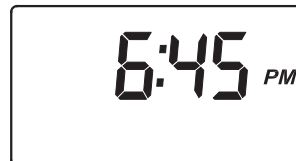

FIG. 22
2. Desaparecerá de la pantalla la palabra "VAC" y en su lugar aparecerá la hora normal del día, como se ilustra en la Fig. 22.